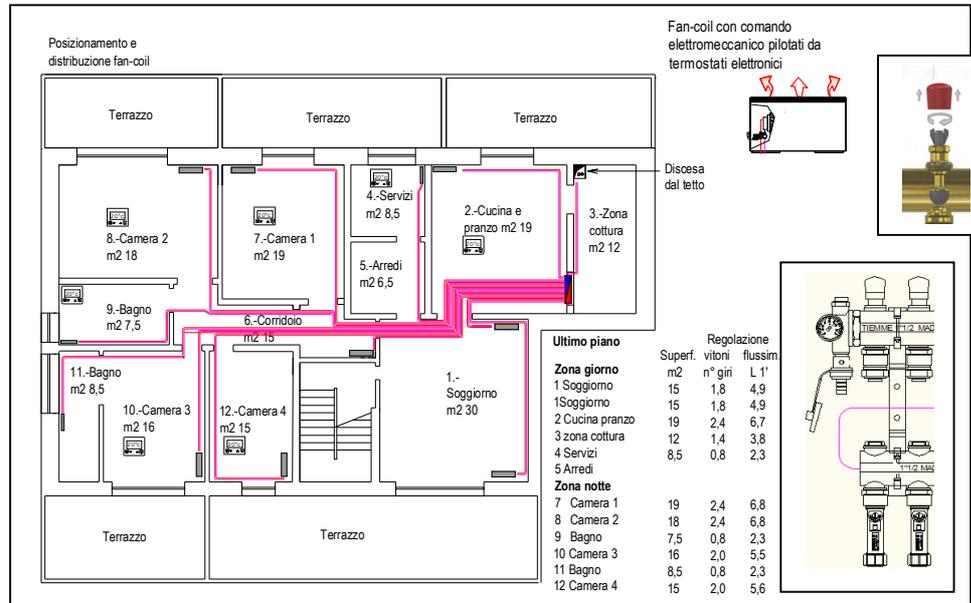

Fig.3
- Con la prerogazione posta sulla mandata delle vie di distribuzione del collettore Fig.3.
- Per consentire un corretto bilanciamento nella distribuzione si consiglia di realizzare il ritorno inverso sul collettore **TIEMME** in proposta da 1"1/2, come evidenziato nella Fig.3